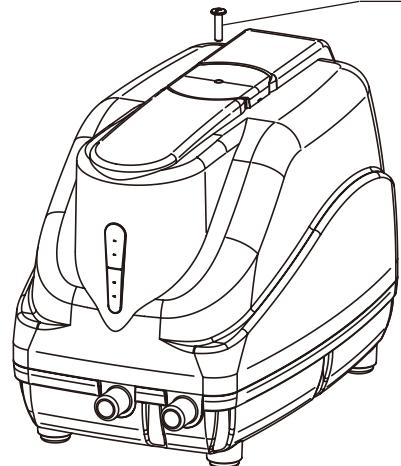

図1
- ①作業の際はコンセントから電源プラグを必ず抜いてください。
- ②トラスネジを外します（図1）。工具（ドライバー）を使ってはずしてください。